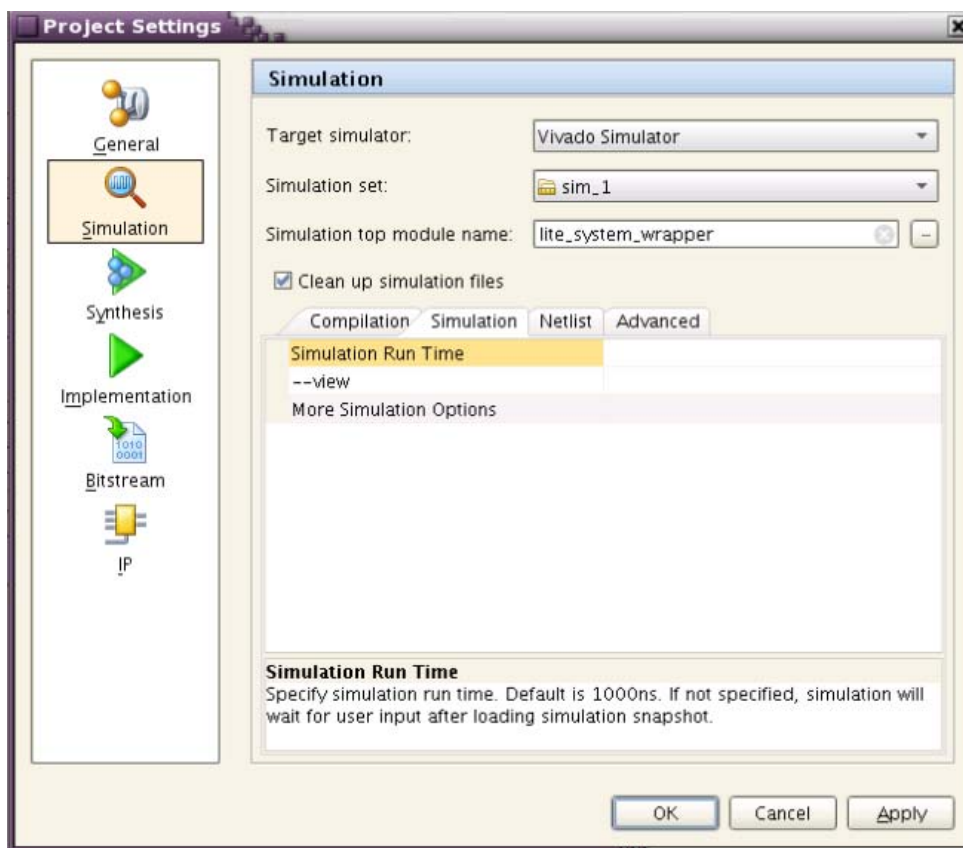

図 40 : [Project Settings] の [Simulation] ビュー : ランタイム オプション
4. [Simulation] ビューで次の値を変更し、[OK] をクリックします (図 40)。